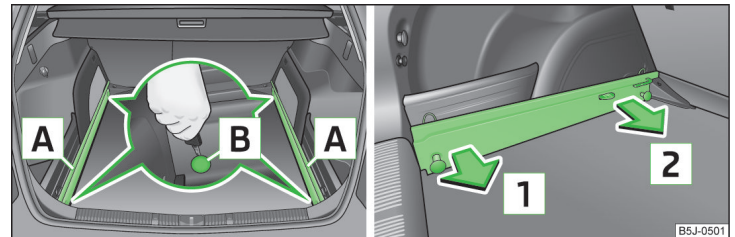

Abb. 69 Sicherungspunkte lösen / Tragschienen herausnehmen
- Die Sicherungspunkte **B** » Abb. 69 an den Tragschienen mit dem Fahrzeugschlüssel bzw. mit einem flachen Schraubendreher lösen.
- › An jeder Tragschiene die beiden Sicherungspunkte **B** » Abb. 69 bis zum Anschlag drücken.